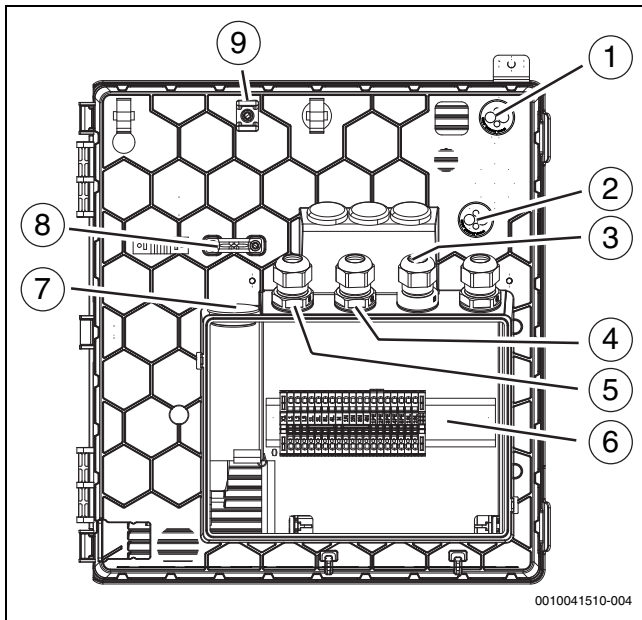

Bild 38 Kabeldurchführungen zum Klemmenkasten
Bei Kabeldurchführungen (→ Abbildung 38 [1], [2], [7]) genügt ein kleiner Einstich in die Membran, dann können die Leitungen durchgeschoben werden.
- Nach dem Einführen der Kabel die Kabelverschraubungen festziehen (→ Abbildung 38 [3], [4], [5]).
- Die festgelegten Befestigungspunkte [9] für die Befestigung der durch die Einführungen geführten Kabel verwenden (→ Abbildung 38 [1], [2]).